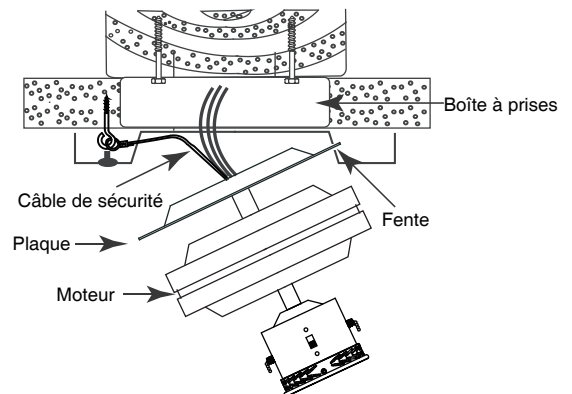

Fig. 4
2. Soulevez délicatement le bloc moteur (sans les pales) et insérez la plaque du bloc moteur dans la fente située sur la plaque de montage, tel qu'illustré dans la Fig. 4.
3. Vissez la vis à crochet dans la structure du bâtiment. Placez le câble de sécurité dans la vis à crochet tel qu'illustré dans la Fig. 4.